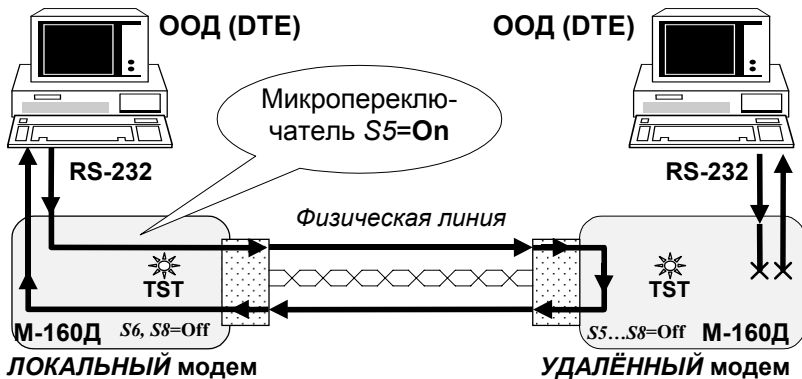

Рис. 10 Проверка *Удаленный шлейф (RDL)*
Проверка *Удаленный шлейф (RDL)* устанавливает заворот данных (шлейф) на УДАЛЕННОМ модеме в сторону ЛОКАЛЬНОГО модема. Проверка *Удаленный шлейф (Remote Digital Loopback)* обеспечивает возможность полной проверки канала передачи данных, образованного с помощью двух модемов М-160Д. Рис. 10 иллюстрирует принцип проверки *Удаленный шлейф (RDL)* для одного направления. Модем позволяет выполнить проверку канала передачи данных как с помощью внешнего ООД (DTE), так и в автономном режиме с помощью встроенного анализатора – BER-тестера.
Для организации проверки канала передачи данных в режиме *Удаленный шлейф (RDL)* с помощью ООД (DTE) необходимо подключить модемы и установить требуемые параметры обмена (микросwitch S8=Off). Затем на одном модеме, назовем этот модем ЛОКАЛЬНЫМ, необходимо установить микросwitch S5 в положение On. На другом модеме, см.Рис. 10, назовём его УДАЛЕННЫМ, микросwitch S5...S8 должны находиться в положении Off (рабочий режим).
1. **ЛОКАЛЬНЫЙ** модем переводит выходную цепь *DCD RS-232* в пассивное состояние, гасит индикатор **CD**, затем переводит **УДАЛЕННЫЙ** модем в режим заворота данных в физическую линию, см.Рис. 10.